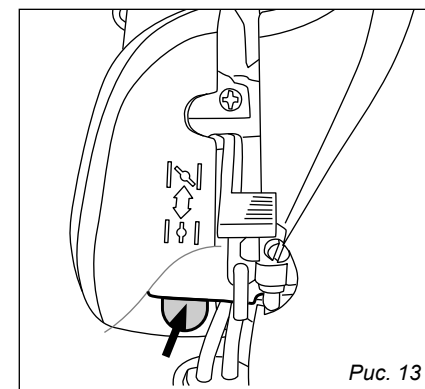

Рис. 13
3. Нажмите на кнопку праймера 7–10 раз, чтобы прокачать топливо в карбюраторе (рис. 13).